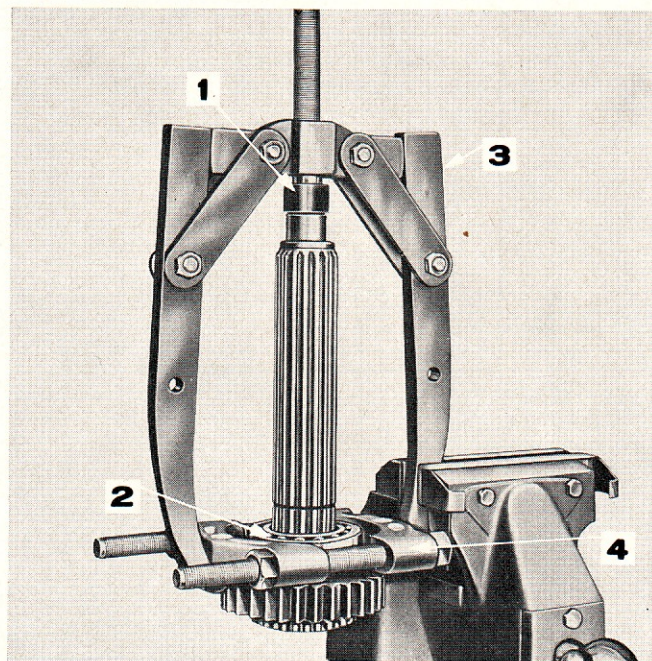

Figure 30: Dépose du roulement arrière de l'arbre principal
4. Examiner le roulement à billes arrière de l'arbre principal et, si nécessaire, déposer les deux jons d'arrêt et s'aider des outils No. 1003, 951 et 625-2 pour retirer le roulement (fig. 30).